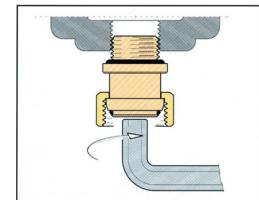

Рисунок 1.
- При монтаже вентиля к отопительному прибору присоединяется первым патрубок (хвостовик) полусгона (см. рис. 1). Перед монтажом необходимо удостовериться в наличии и целостности уплотнительного кольца. Монтаж должен производиться с помощью специального сгонного ключа. Накидную гайку полусгона после затяжки вручную следует довернуть ключом не более чем на 1/2 оборота.